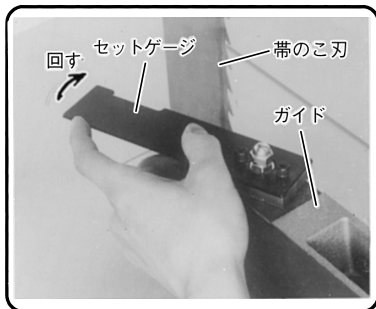

図 15
① セットゲージをガイドと平行になるまで回します。(図15)
- (1) セットゲージをガイドと平行になるまで回します。(図15参照)